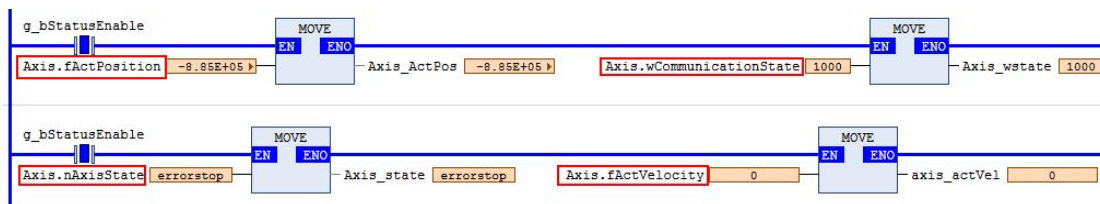

图 6.45 通过轴变量获取轴状态
用户可通过轴变量实时查看各轴运动状态，如图 6.45 所示。
- b) B. 调用轴变量 axis.wCommunicationState，判断其值是否=100，确认 CIA402 轴为可操作状态，参见图 6.45。